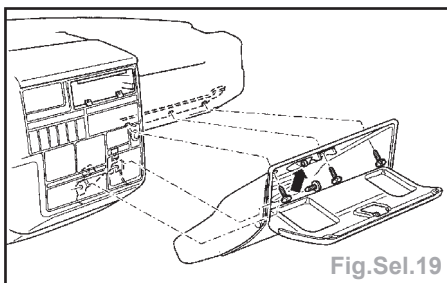

Fig.Sel.19
- la boîte à gants (Fig.Sel.19),